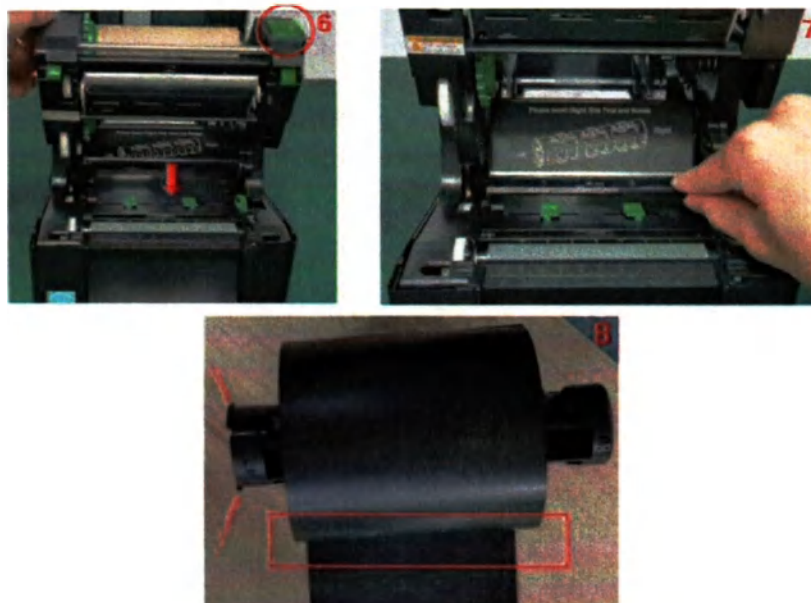

Рисунок 52. Установка принтера (продолжение).
2. После открытия печатающей головки нажатием зеленой кнопки опустите перегородку (Рисунок 52 п. 6).
3. Соберите стержень и ленту вместе (Рисунок 52 п. 7). Конец стержня с двумя выступающими точками должен находиться с левой стороны. Конец ленты должен выходить снизу (Рисунок 52 п. 8).